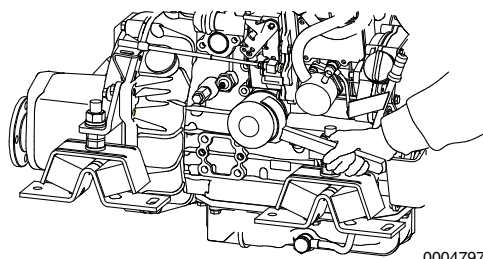

Figura 2
2. Rode o filtro do óleo do motor **Figura 2** no sentido anti-horário com uma chave inglesa.